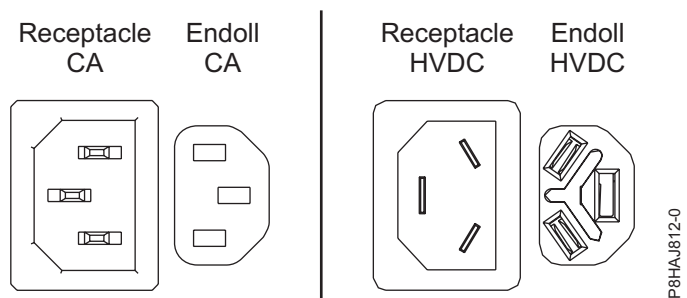
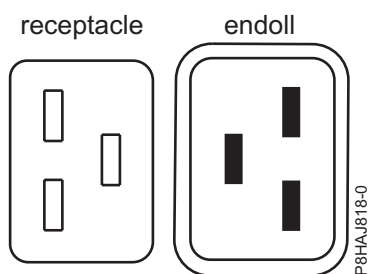
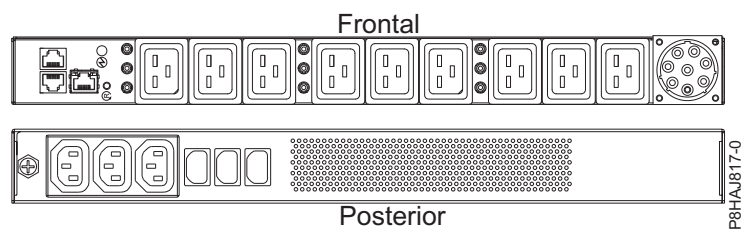

Figura 117. Connectors de CA i d'HVDC
Figura 118. Connectors per al sistema 8408-44E
Figura 119. PDU per al sistema 8408-44E
A Figura 117 a la pàgina 148 es mostren els connectors admesos de corrent alternativa (CA) i de corrent directa d'alt voltatge (HVDC). A Figura 118 a la pàgina 148 i a Figura 119 a la pàgina 148 es mostren els connectors admesos i la unitat de distribució d'alimentació (PDU) per al model 8408-44E.